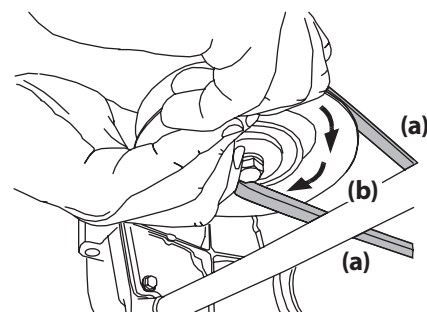

Figure 4-16
- d. Maintenez la courroie de la prise de force (a) vers le bas et continuez de tourner la poulie de la prise de force (b) jusqu'à ce que la courroie de la prise de force (a) soit complètement dégagée de la poulie de la prise de force (b). Voir Figure 4-16.
- Tirez sur le côté droit de la courroie de la prise de force et placez le côté plus étroit en forme de « V » de la courroie de la prise de force dans la poulie de la prise de force. Voir Figure 4-16.
- Tenez la courroie de la prise de force et la poulie de la prise de force, puis faites pivoter la poulie de la prise de force vers la gauche. Voir Figure 4-16. Continuez à tenir et à faire pivoter la poulie de la prise de force et la courroie de la prise de force jusqu'à ce que la courroie de la prise de force soit complètement enroulée autour de la poulie de la prise de force.